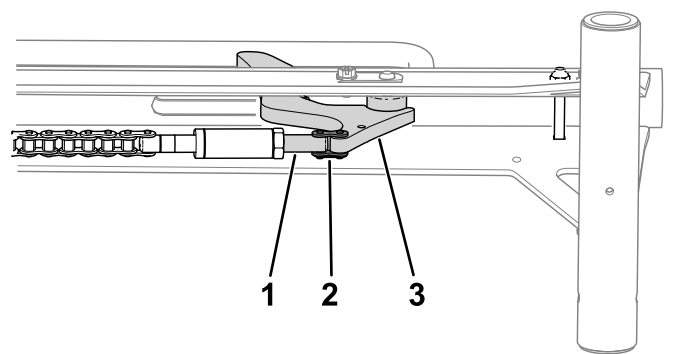

Figura 4
6. Utilice un eslabón de la cadena para instalar el tensor del eslabón de la cadena al tope de la rueda (Figura 4).